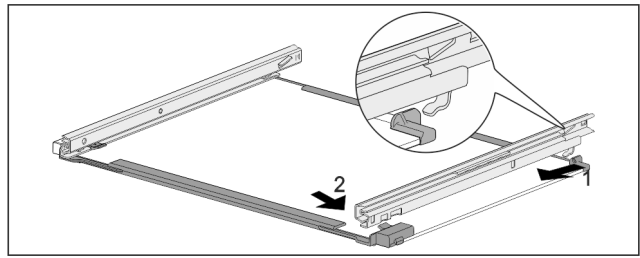

Fig. 169 Скляна пластина з рейками
- ▶ Зачепити рейку ззаду. Fig. 169 (1)
- ▶ Зафіксуйте рейку спереду. Fig. 169 (2)